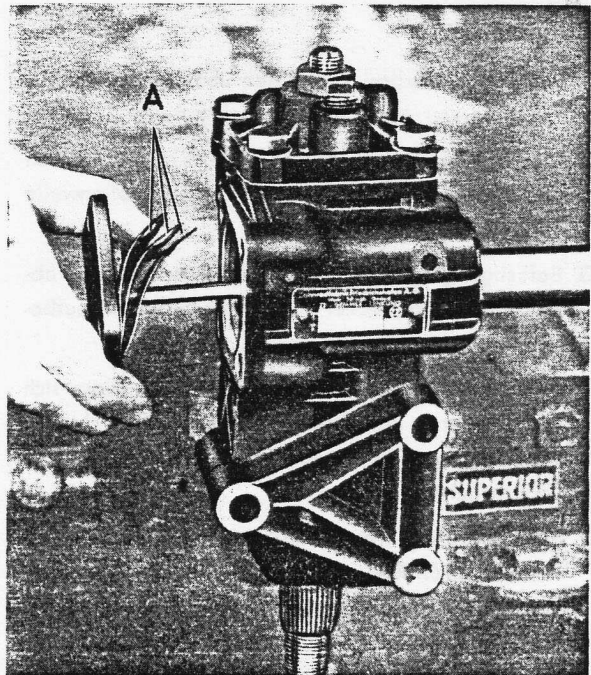

Bild 6-26. Lenkspindellager einbauen
5. Lenkung in Schraubstock spannen, dass die Lenkspindel waagrecht liegt. Scheiben, welche beim Zerlegen abgenommen wurden, montieren, siehe Bild 6-26. Deckel anschrauben, während dem Anziehen prüfen, ob das Lenkrad leicht, jedoch ohne spürbares Spiel zu drehen ist. Wenn die Lager vollständig angezogen sind, ist ein Drehmoment von höchstens 1 kgcm erforderlich, um die Lenkspindel zu drehen.